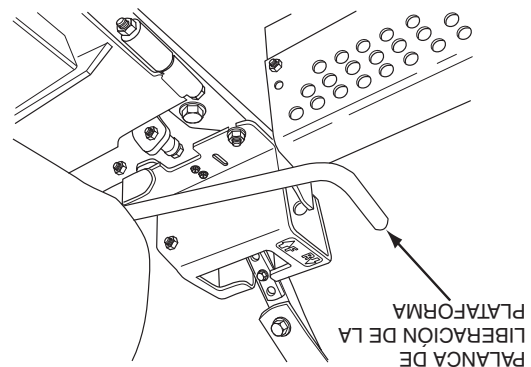

Figura 4-4 Palanca de liberación de la plataforma
3. Inserte el pin de amarre en el indicador de la altura de corte en la altura de corte deseada. Empuje hacia adelante la palanca de pie de la elevación de plataforma, manténgala en posición y levante la palanca de liberación de plataforma. (Figura 4-4). Libere lentamente el pedal. Hay una calcomanía de la altura de plataforma ubicada en el indicador de la altura como una ayuda para ajustar la plataforma a la altura deseada. (Figura 4-5).